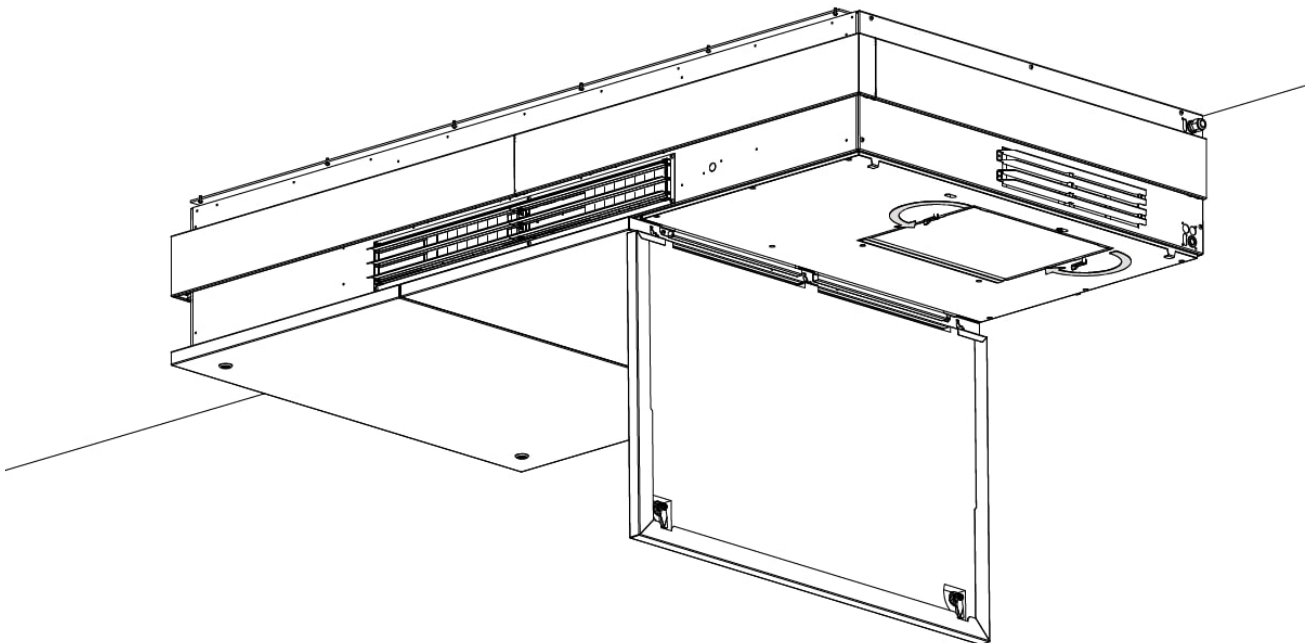

Abbildung 33: Schließen der Filterklappe
9. Schließen Sie die Filterklappe, siehe Abbildung 33.